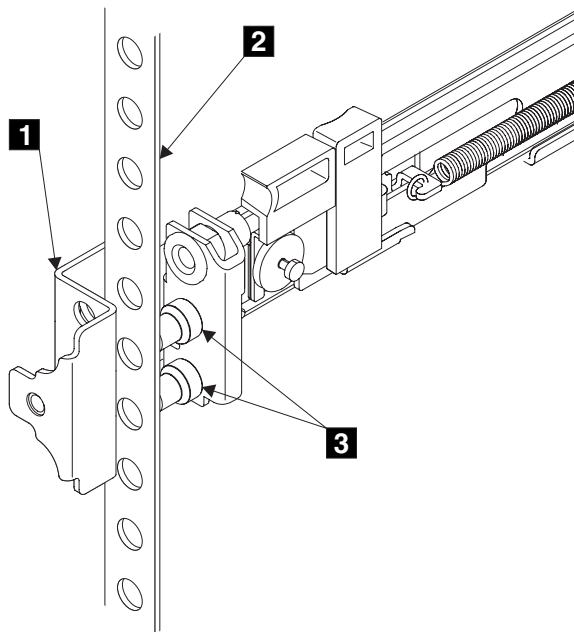

図 90. レールのフロントエンドの取り付け
6. 左レールの前面の端をラック・キャビネットにはめる。前面ブラケットの上端 **1** (図 90) が、ラック上の必要な EIA マーキングに合うように調整します。